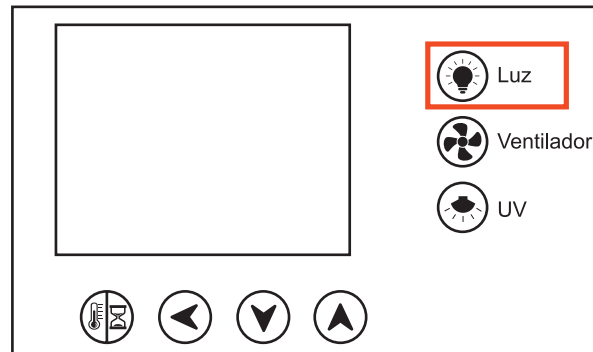

Figura 6. Encendido de la luz LED
2. Presione en el panel de control, el botón de encendido de la luz LED  para activar la iluminación interior (Figura 6).